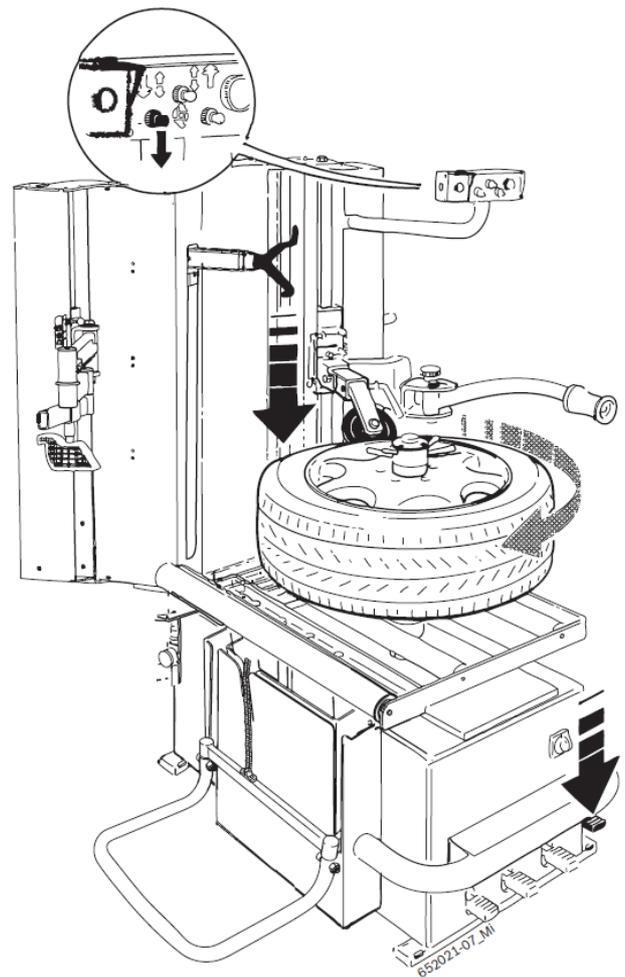

Рис. 5. Расположите верхний отжимной ролик на бортовой закраине обода.
- Опустите верхний отжимной ролик и при помощи левой рукоятки управления в блоке управления гидравлической системы переместите вниз (рис. 5).
1. При вращении зажимного стола при помощи педали для зажимного фланца (рис. 5) нажимайте на борт покрышки обоими отжимными роликами в направлении посадочной полки обода (рис. 6).